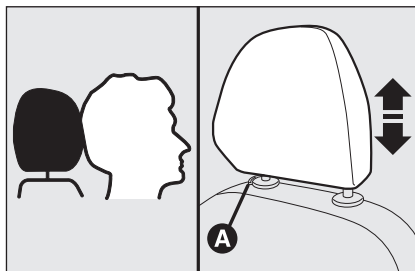

fig. 30
- ☐ regulación hacia abajo: pulse la tecla **A**-fig. 30 y baje el reposacabezas.